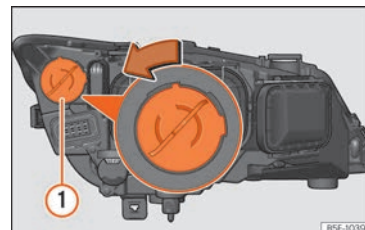

Abb. 108 Tagfahrleuchte.
– Drehen Sie den Lampenträger » Abb. 108 ① nach links und ziehen Sie.